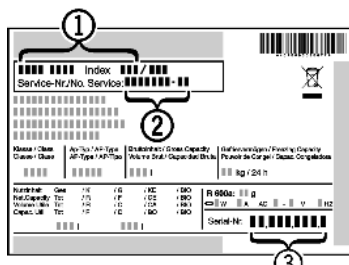

Fig. 10
- ▶ Apparaataanduiding Fig. 10 (1), service-nr. Fig. 10 (2) en serie-nr. Fig. 10 (3) van het typeplaatje aflezen. Het typeplaatje bevindt zich aan de linkerkant binnen in het apparaat.
- ▶ Contact opnemen met de Technische Dienst en het probleem, apparaataanduiding Fig. 10 (1), service-nr. Fig. 10 (2) en serie-nr. Fig. 10 (3) mededelen.